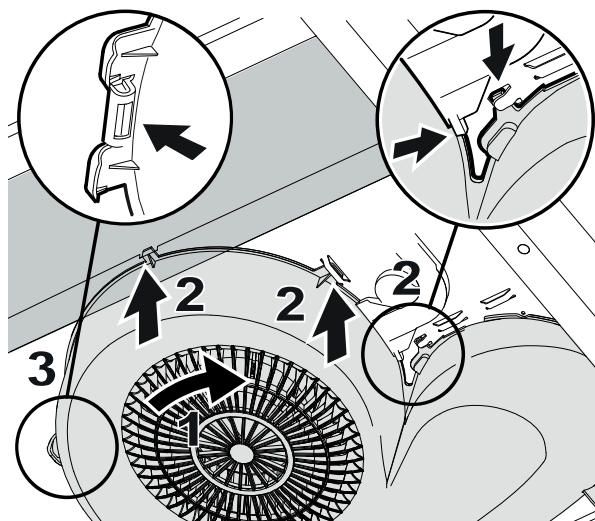

Fig. 8
Påse at alle klipsene passer mot flikene på ventilatoren. Skru inn ventilatorhuset (1) i flikene (2). Trykk ventilatorhusklipsen tilbake i fliken (3). Fig. 8